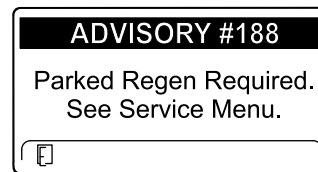

Figura 52
- Richiesta di rigenerazione parcheggiata ADVISORY #188 (Figura 52)